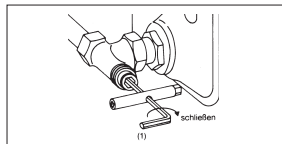

Abb. 4 Verschraubung schließen
2. Ventilkegel mit dem Sechskantschlüssel SW 6 (1) durch Rechtsdrehen schließen (Abb. 4).